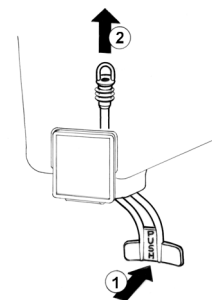

Bild 4
- 4 **Ausschlauchventil:** den Betätigungshebel des Hahns drücken (1) und den Gummischlauch aus der Auslauföffnung des Behälters lösen (2) (Bild 4).